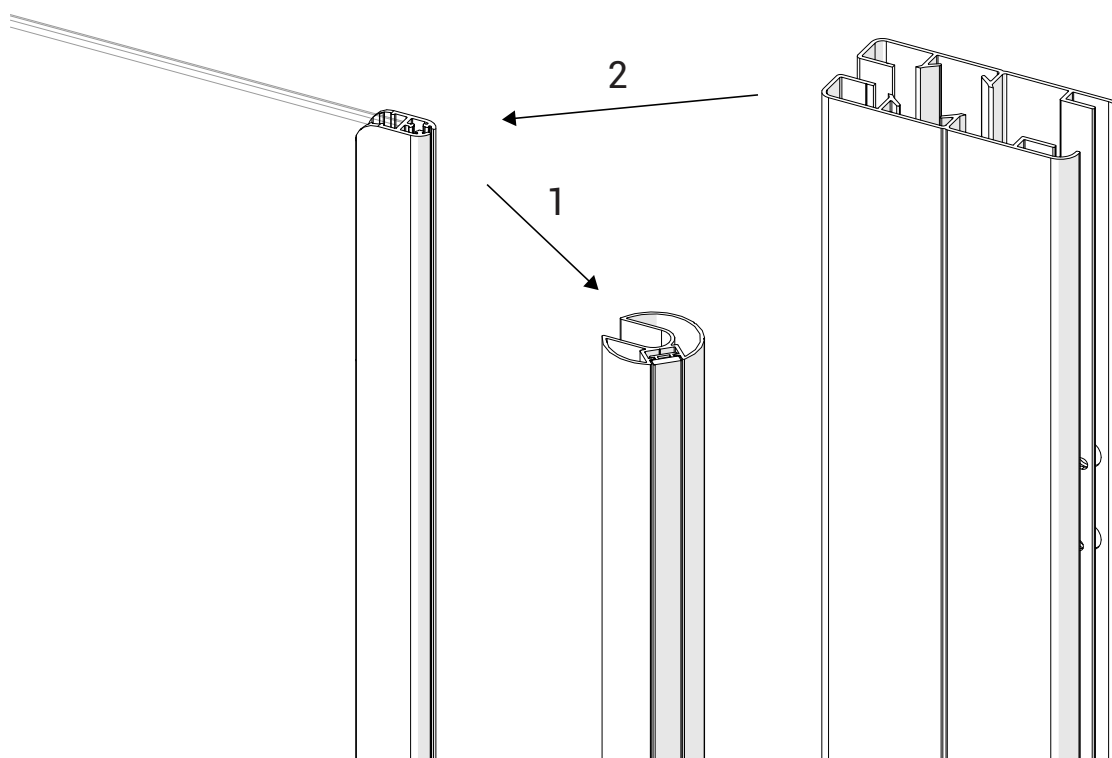

Fig. 2.1
- Les retour fixes 700 à 1000 ont un profilé de fermeture rond à l'extrémité. Par conséquent, s'ils doivent être utilisés comme segment en ligne, ils doivent être adaptés. Retirez le profilé de fermeture rond et faites glisser la colonne de soutien à sa place. Figure 2.1